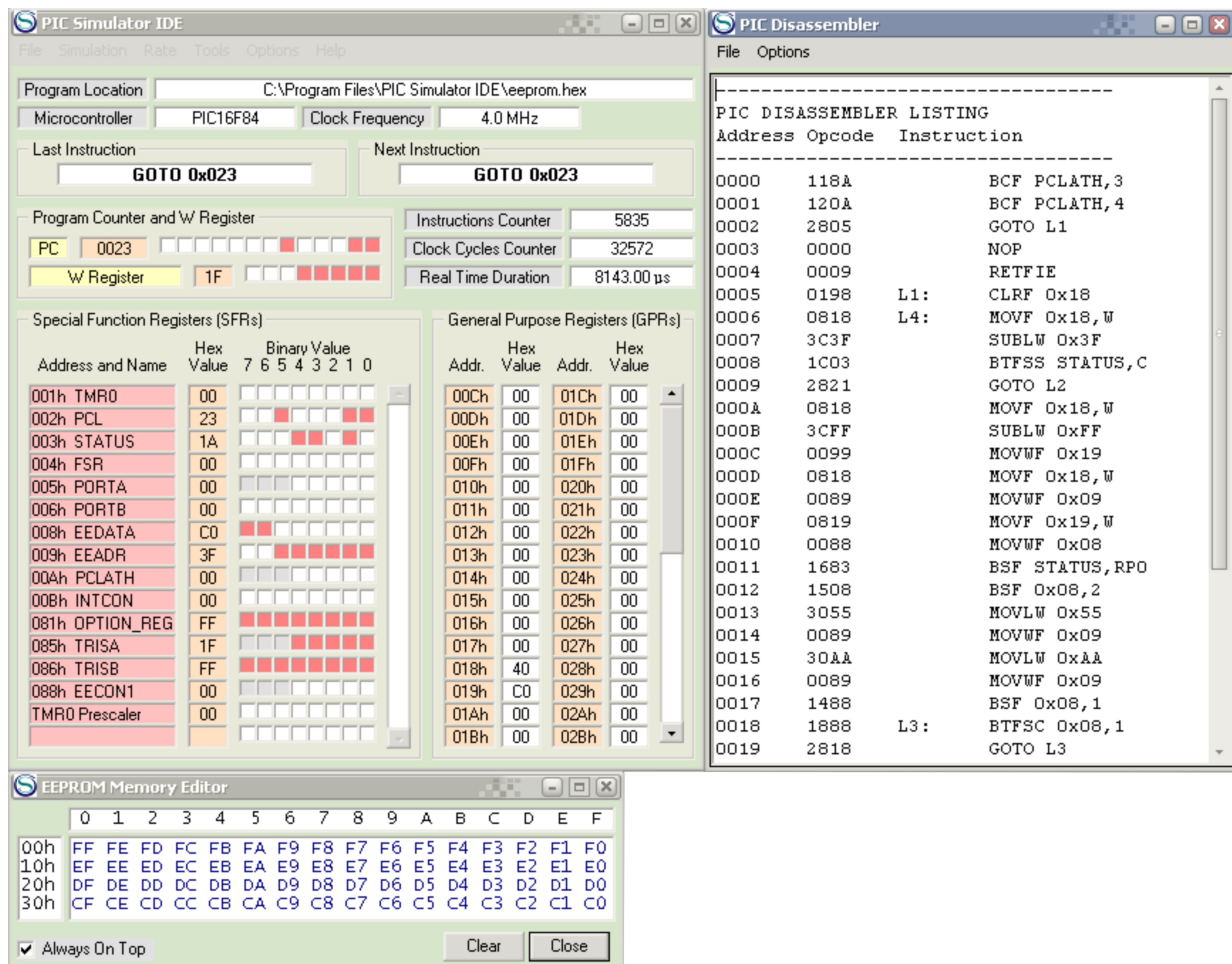

Рис. 6 Форма екрану з виконаною програмою «Робота з EEPROM»
- Вигляд екрану з виконуваною програмою показаний на рис. 6.